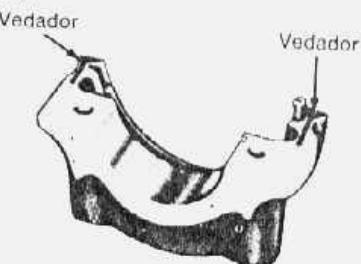

fig. 29 — aplicação de vedador na capa do mancal traseiro
9. Aplicar uma fina camada de vedador resistente a óleo na capa do mancal traseiro, conforme ilustrada na fig. 29. Aplicar o vedador somente até o sulco do defletor de óleo. Lubrificar o munhão com óleo para motor e instalar a capa do mancal. Apertar os parafusos com o torque especificado.